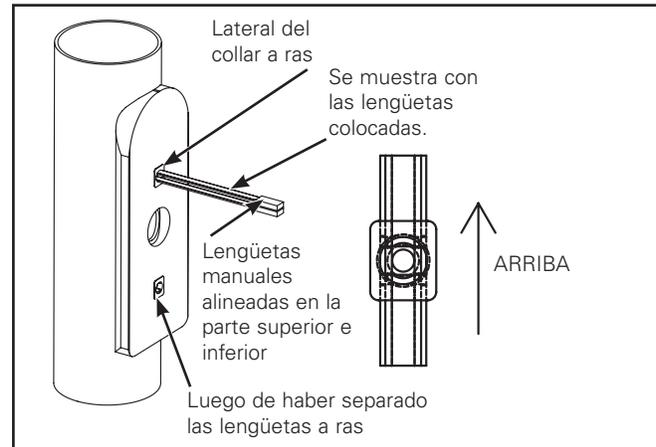

Figura 2.
1. Monte los pernos de anclaje al poste insertando el anclaje en este último. Si usa el adaptador de montaje de poste redondo (opcional) que se muestra, coloque el anclaje a través de los orificios de 1/2" primero. Ajuste el collar contra el poste y extraiga las lengüetas manuales. Si apreta las lengüetas, las cortará del collar de ajuste. (Figura 2.)